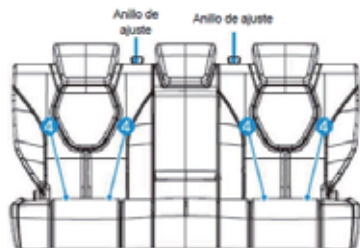
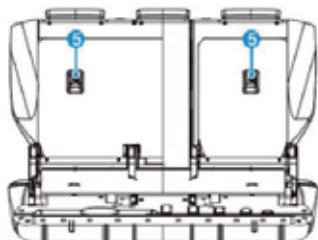

Figura 1
Figura 2
1. La figura 1 muestra el uso normal de la segunda fila de asientos; el anillo de ajuste se puede utilizar para regular la inclinación del respaldo del asiento.
4. El punto 4 mostrado en la figura 1 es el punto de fijación inferior del asiento para niños y el punto 5 de la figura 2 es el punto de fijación superior del asiento para niños. El asiento para niños debe fijarse en el asiento en dos puntos fijos inferiores y un punto fijo superior.